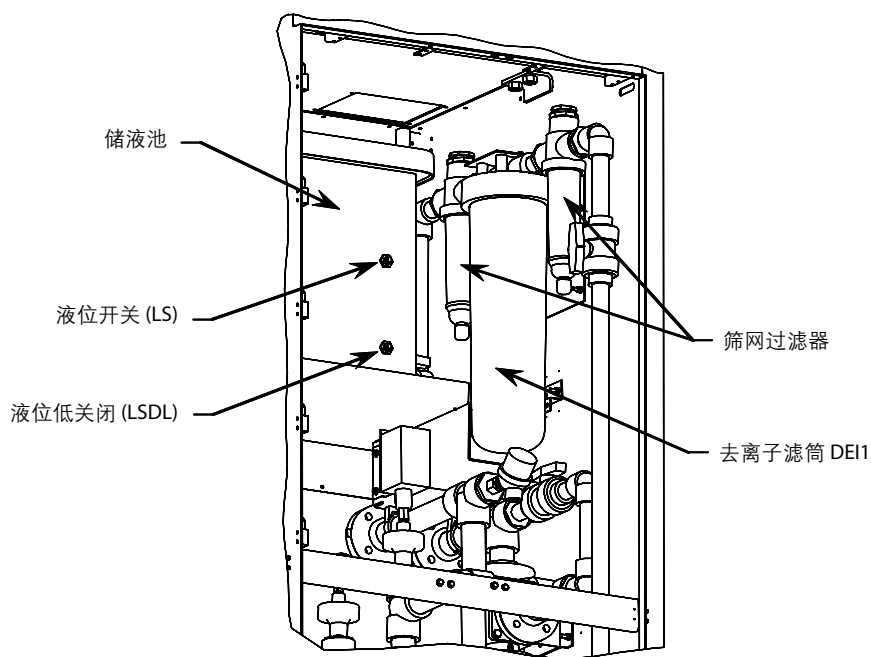

图 4.23 - 筛网过滤器和去离子筒
8. 继续运行主泵几个小时，以填充系统和抽出空气。正常工作液位是上方液位开关 (LS) 和储液池顶部中间的位置。系统中的空气可在筛网过滤器(请参见图 4.23)、过滤器 STR1 或电机端变流器或进线端变流器中的透明管子中看到。泵喘振或储液池起泡也说明系统中有空气。在“正常工作”条件下运行主泵，直到排空空气。